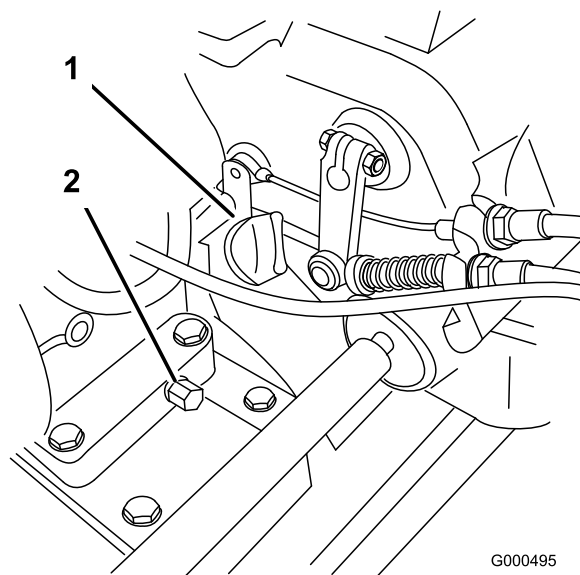

Figura 26
1. Rimuovete le ruote di trasferimento (se installate), posizionate il tosaerba in modo che il motore sia a livello, e pulite attorno al misuratore del livello dell'olio (Figura 26).
2. Collocate una bacinella sotto il tappo di spurgo, dietro la macchina (Figura 26). Togliete il tappo di spurgo.